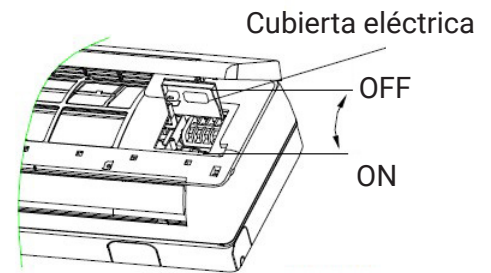

Fig. 12
- Afloje los tornillos en la tapa de conexión (Fig.12).